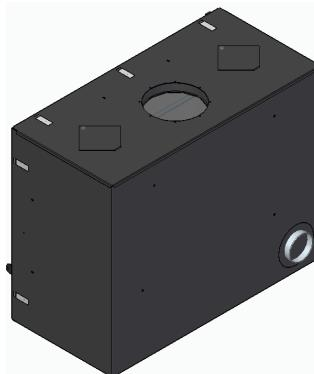

Figura 13 - Ligacāo ar externo
* O equipamento vem também com uma entrada de ar para combustão tapada por trás. Caso pretenda efetuar instalação ao ar exterior, terá que partir as micro-juntas das capas e fazer a ligação a uma das opções de entrada de ar, por trás ou por baixo, se optar pela de trás, terá que trocar a tampa, passando para baixo, ver Figura 13.